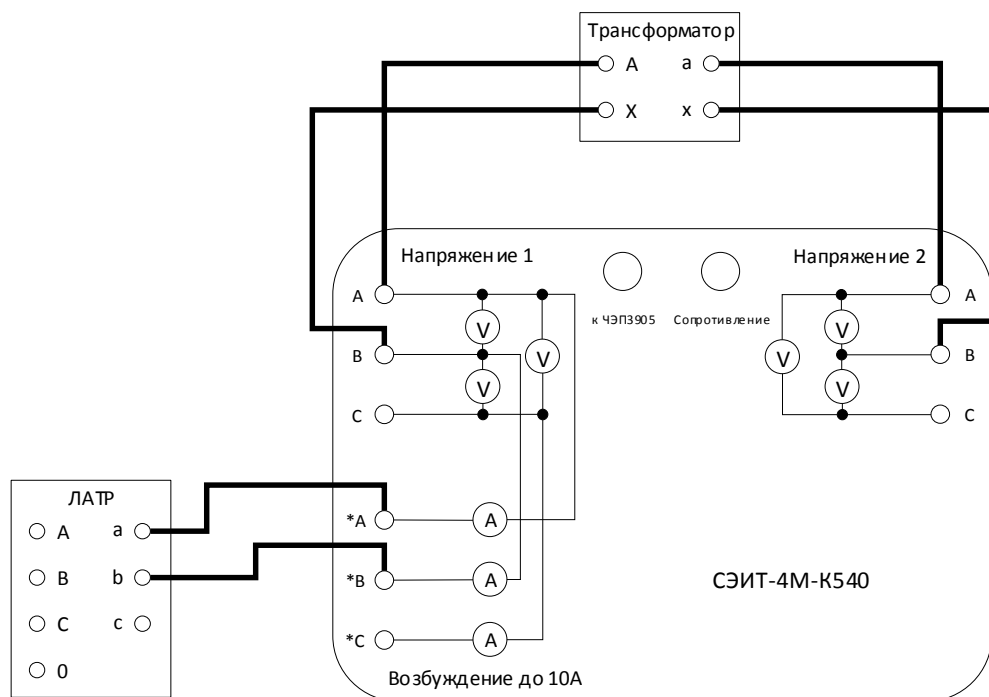

Рис. 8. Схема соединений для однофазного измерения коэффициента трансформации
5.2.2. При работе с однофазным трансформатором собирается схема, представленная на рис. 8.